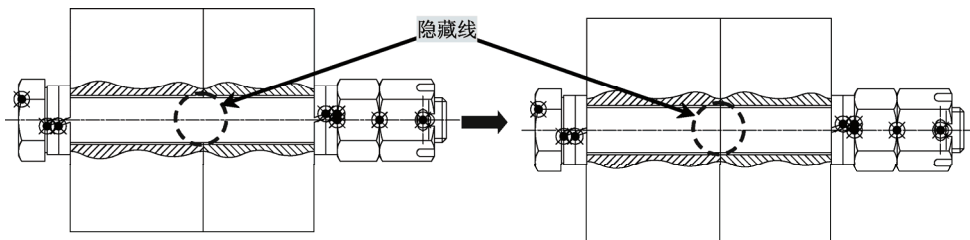

图 6-7 关闭隐藏线图层
- ☑ 面板: 在“常用”选项卡的“图层”面板中, 单击“隐藏线 开/关”按钮。执行“隐藏线 开/关”命令后, 图中绘制的隐藏线将被隐藏, 如图 6-7 所示。